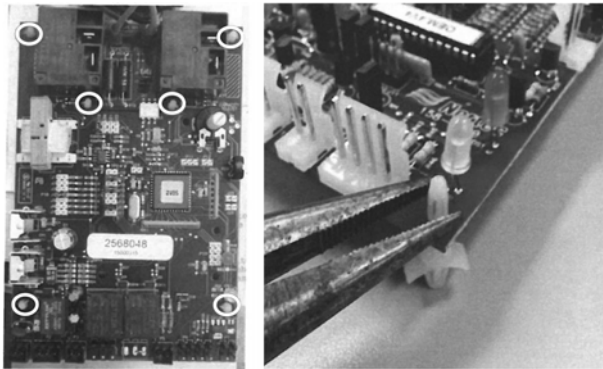

Fig. 7.
2. Retirez la carte de circuit imprimé. Les douilles se retirent en pinçant les côtés avec une pince à bec effilé, comme illustré sur la Fig. 7.